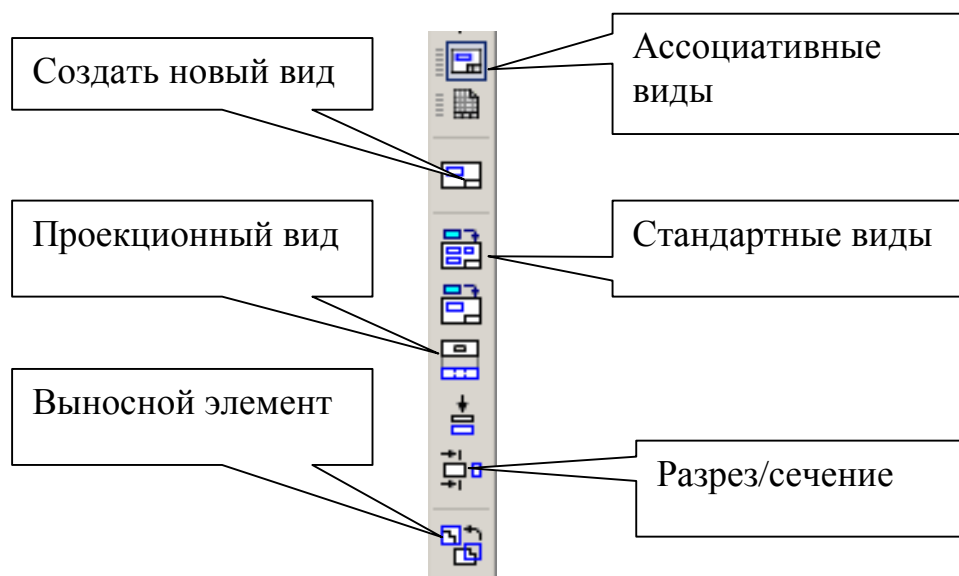
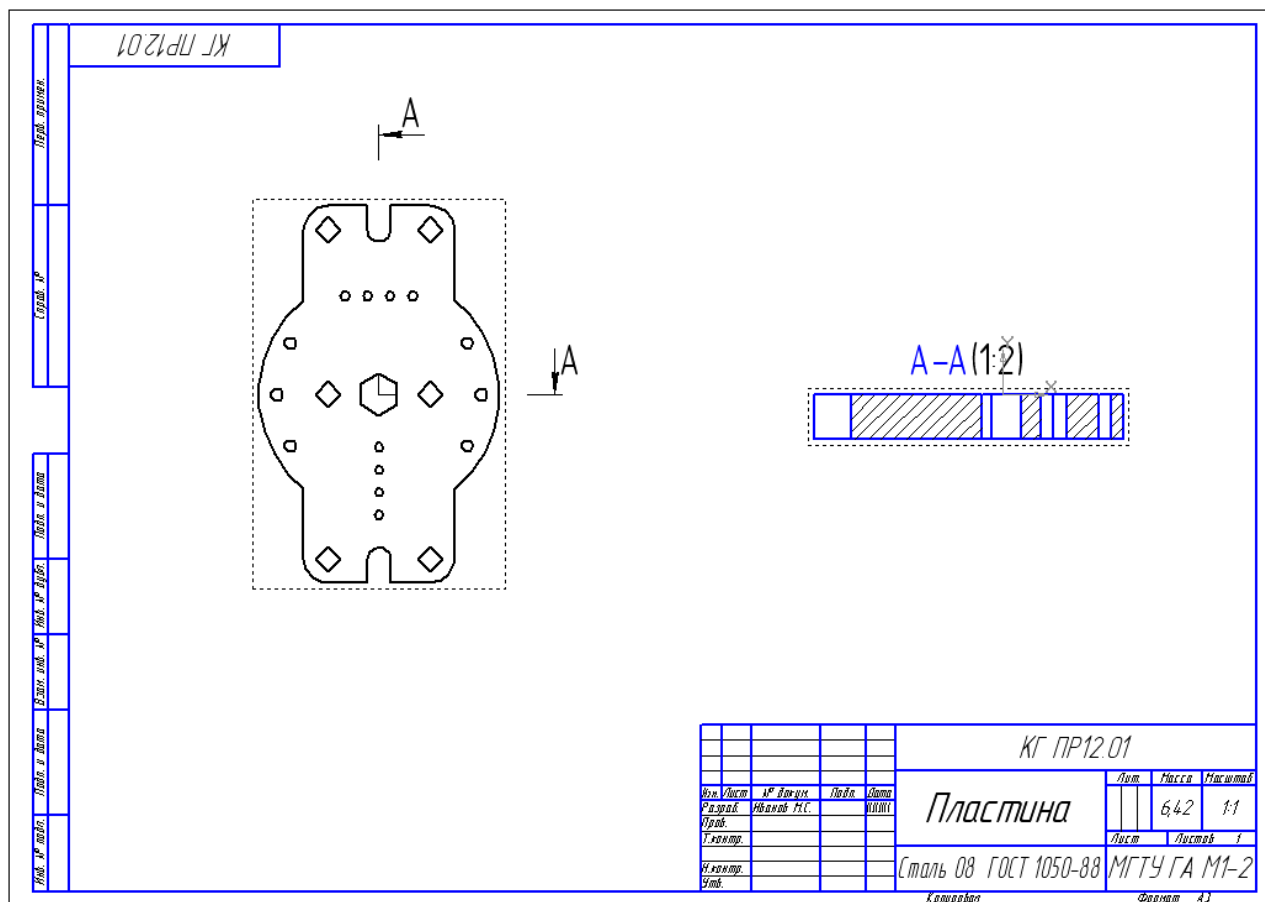

Рис.23
Рис. 36
2. Создайте ассоциативный чертеж по модели (главный вид и вид сверху), выполните полезные разрезы, рис. 36. Изображения выполните в масштабе 1:2.
- Активизируйте кнопки: *Ассоциативные виды* и *Стандартные виды*, рис. 23.
Активизируйте на панели кнопки **Ассоциативные виды** , рис. 23, и **Разрез/Сечение** . Щелкните мышью на обозначении разреза, переместите изображение разреза, как показано на рис. 36, и зафиксируйте положение щелчком левой кнопки мыши.